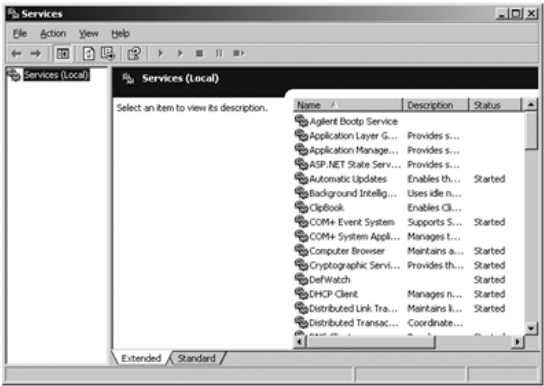

图 20 Windows 服务屏幕
- 1 从 Windows 控制面板中选择 “管理工具” > “服务”。将显示 “服务” 屏幕，请参见 “第 72 页的图 20”。